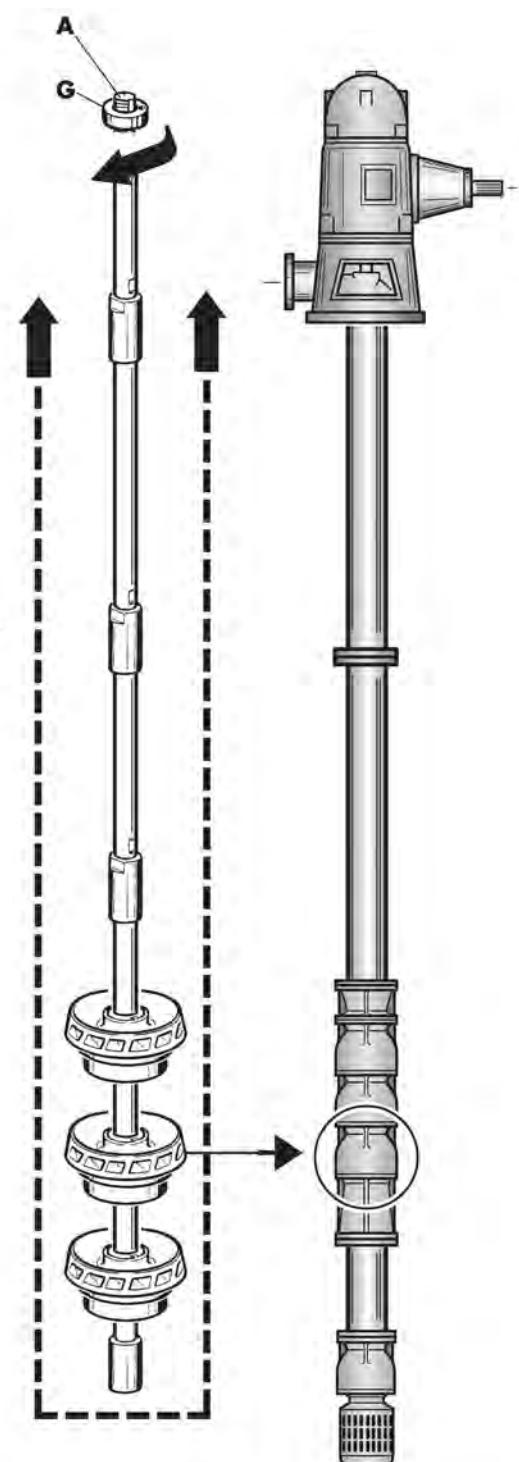

Fig. 29
- Avvitare la ghiera di registrazione (G) lentamente fino ad ottenere lo sblocco della parte rotante (Fig.29)